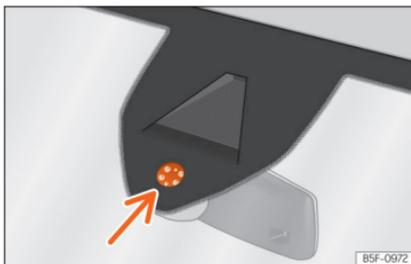

Abb. 114 Sensitive Fläche des Regensensors.
Mögliche Ursachen für Störungen und Fehlinterpretationen *im Bereich der sensitiven Fläche* **>>> Abb. 114** des Regensensors sind u. a.:
- Sensitive Fläche des Regensensors **>>> Abb. 114** regelmäßig reinigen und Scheibenwischerblätter auf Beschädigungen prüfen (Pfeil).